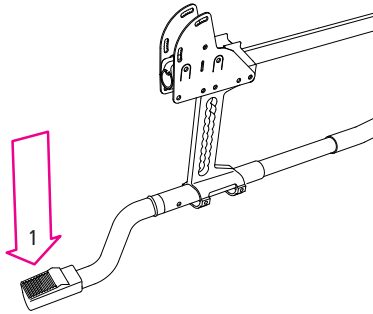

Abb.25
2. Treten Sie mit dem Fuß auf das Auftrittrohr (1, Abb. 25) und halten Sie das Gleichgewicht mit den Schiebegriffen.